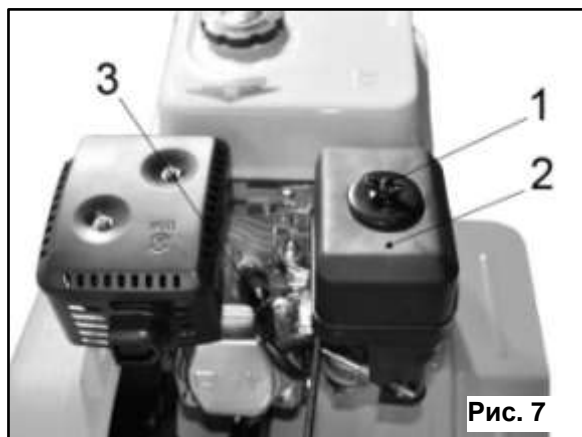

Рис. 7
- Открутите винт-фиксатор крышки воздушного фильтра (1) (См. Рис. 7).
- Снимите воздушный фильтр (2) (См. Рис. 7).
- Очистите поверхность около свечи зажигания (3) (См. Рис. 7).